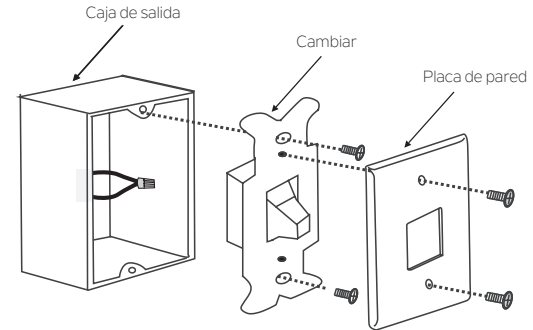

Fig. 25
**Paso 1.** Retire la placa de pared existente y el interruptor viejo de la caja de salida de pared. Alambre tuerca los cables NEGROS (caliente) juntos y empuje hacia atrás dentro de la caja de salida. (Fig. 25)